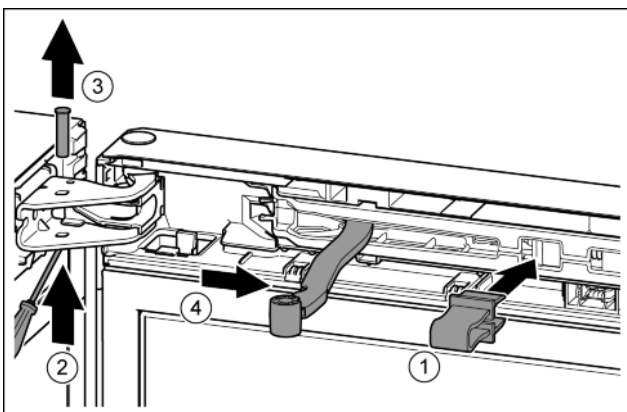

Fig. 13
- A biztosítékot pattintsa be a nyílásba. Fig. 13 (1)
- A csavarhúzóval tolja ki a csapszeget. Fig. 13 (2)
- Felfelé vegye ki a csapszeget. Fig. 13 (3)
- Forgassa az ajtó irányába a csuklót. Fig. 13 (4)